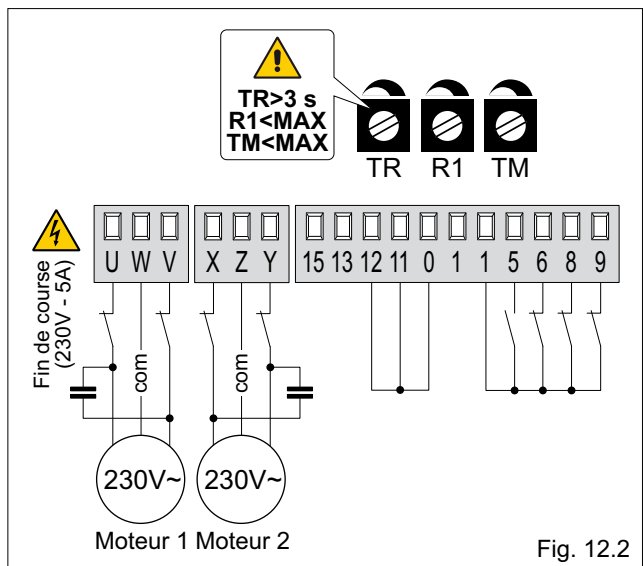

Fig. 12.2
**(Fig. 12.2) Les vantaux s'arrêtent sur les fins de course et sur les obstacles.**